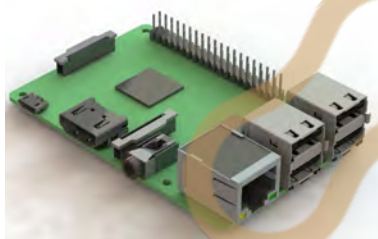

Рисунок 11: На рисунке изображен мини-компьютер Raspberry Pi.
- В комплект модернизации входит мини-компьютер (см. рис. 11) с SD-картой, разъемом RPI и соединительным кабелем.